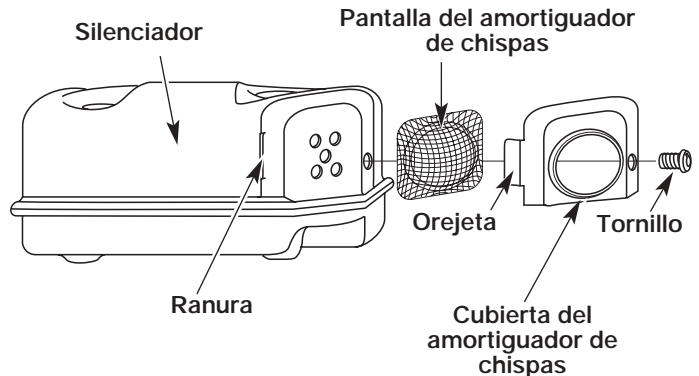

Fig. 48
2. Con un destornillador de vástago plano o broca Torx T20, saque el tornillo que conecta la cubierta del amortiguador de chispas al silenciador (Fig. 48).